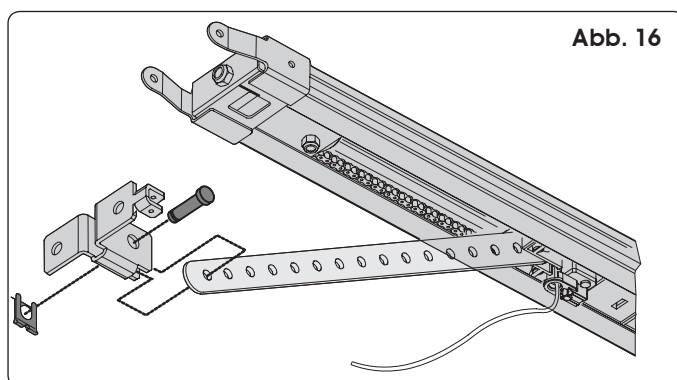

Abb. 16
- 1) Die Befestigung mit der Stange des Schlittens zusammenbauen (Abb. 16).